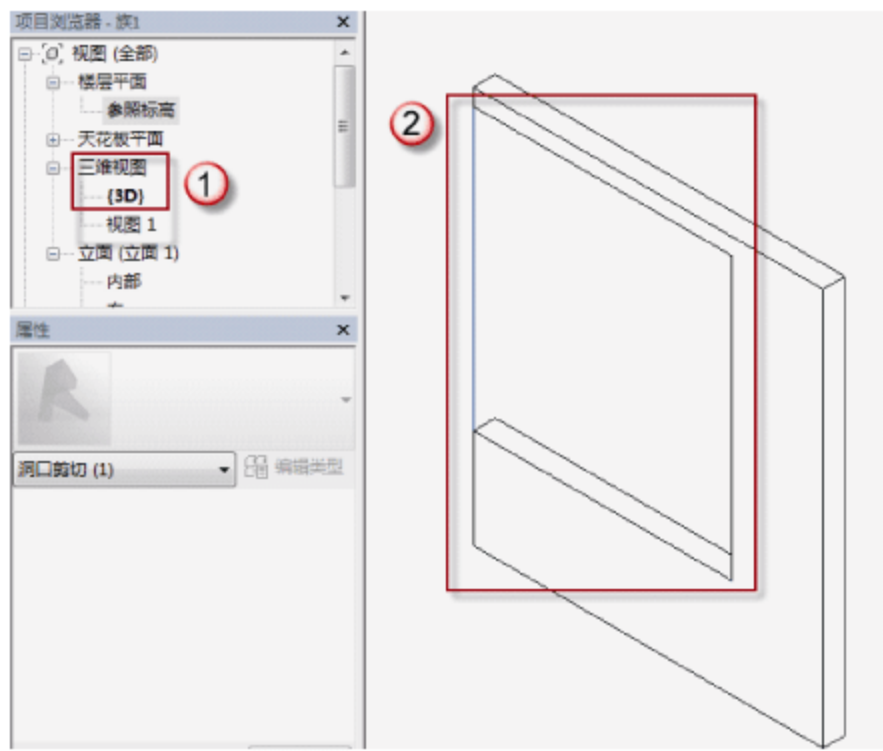

图 7.1.6 删除图形“洞口剪切”
(6) 删除已有的洞口剪切。选择“项目浏览器”中的“视图”→“三维视图”→“{3D}”选项，可以进入 C2925 的 3D 视图。选择图形“洞口剪切”，按 Delete 键将其删除，如图 7.1.6 所示。